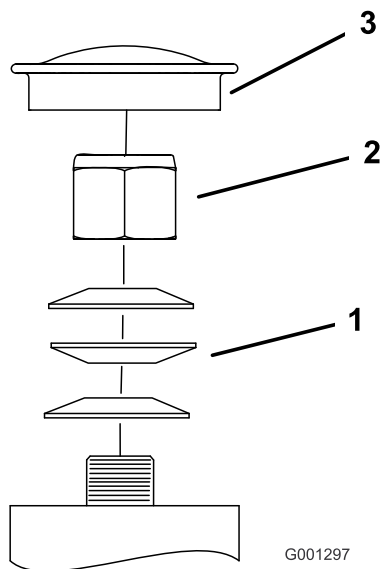

Bild 59
3. Entfernen Sie den Staubdeckel vom Laufrad und ziehen Sie die Sicherungsmutter an (Bild 59).
4. Ziehen Sie die Sicherungsmutter so weit fest, dass die Federscheiben flach liegen und schrauben sie dann um 1/4-Umdrehung heraus, um die Lager richtig vorzuspannen (Bild 59).
Wichtig: Achten Sie darauf, dass die Federscheiben richtig eingesetzt sind, siehe Bild 59.
5. Setzen Sie den Staubdeckel auf (Bild 59).